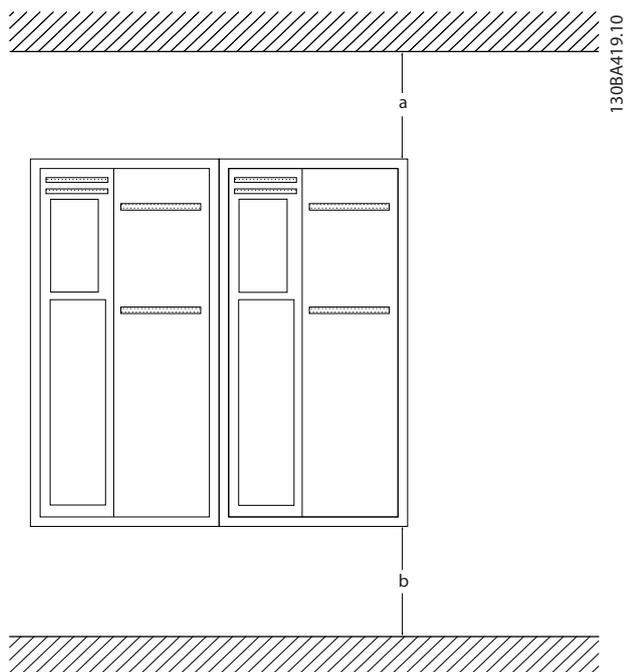

Abbildung 2.1 Freiraum über und unter Frequenzumrichter zur Kühlung
- Über und unter dem Gerät muss Freiraum für Luftkühlung gelassen werden. Eine Verlängerung von mindestens 100 mm wird benötigt. Zu Anforderungen an den Freiraum siehe *Abbildung 2.1*.